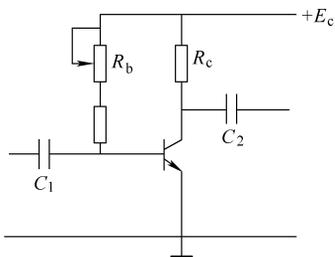

图 3-3
4. 如图 3-3 所示为一固定偏置单管放大电路, $E_c = 12\text{V}$, $R_b = 400\text{k}\Omega$, $R_c = 3\text{k}\Omega$, 晶体管的 $\beta = 50$, 试用估算法求静态工作点 I_b 、 I_c 、 U_{ce} 。若把集电极电流 I_c 调到 2mA , 则 R_b 应选多大?